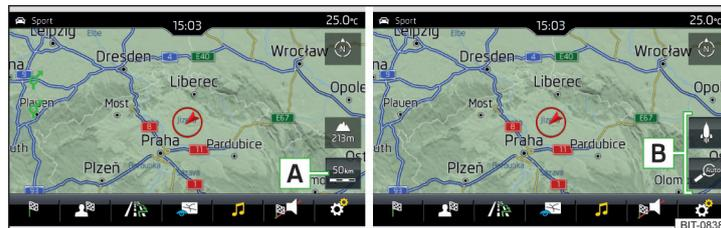

Fig. 170 Superficies funcionales para el cambio de la escala del mapa
► Pulse la superficie funcional **A** » fig. 170.
En el área **B** » fig. 170 se visualizan las superficies funcionales para el cambio de escala del mapa.